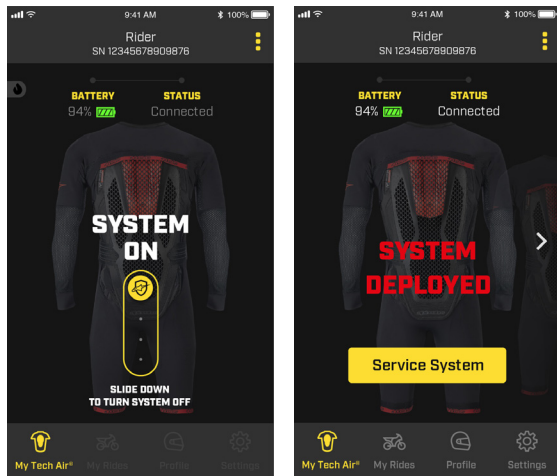

Imagen 16
La Aplicación proporciona información sobre el modo operativo actual del Sistema y comprueba si está funcionando correctamente o no. La señal «Sistema encendido» que se exhibe en la pantalla sugiere que la Revisión del Sistema se ha realizado exitosamente y que el Sistema se encuentra activo. Durante la conducción, el modo «Sistema encendido» está activo y por consiguiente y por razones de seguridad, el usuario no podrá acceder a la mayoría de las funciones de la Aplicación. En caso de que el usuario necesite desactivar el Sistema, por ejemplo durante un paseo fuera de la carretera sobre un camino escabroso, el Sistema puede apagarse si se desliza el icono de la Aplicación (como se muestra en la Imagen 16). Para reactivarlo, abra y cierre la correa de activación (4). En caso de despliegue, la App mostrará el estado correspondiente con la mención "SISTEMA DESPLEGADO", como se muestra en la Imagen 16.